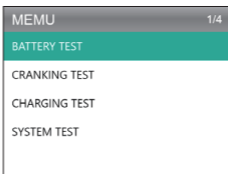

図 4.2.2
2. バッテリーテストを実行するには、[バッテリーテスト] を選択して [OK] を押します（図 4.2.2 を参照）。